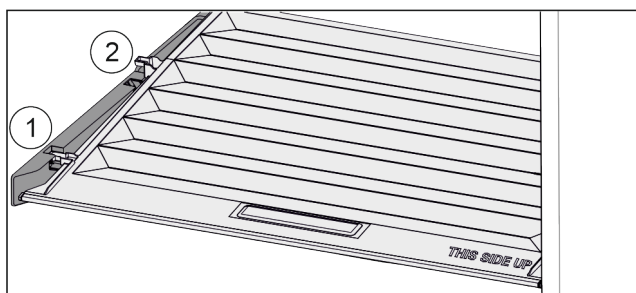

Fig. 97
- ▶ Pokrywę pociągnąć do przodu Fig. 97 (1), aż otworzy się w elementach trzymających.
- ▶ Podnieść tył od dołu i w wyjąć Fig. 97 (2) go do góry.